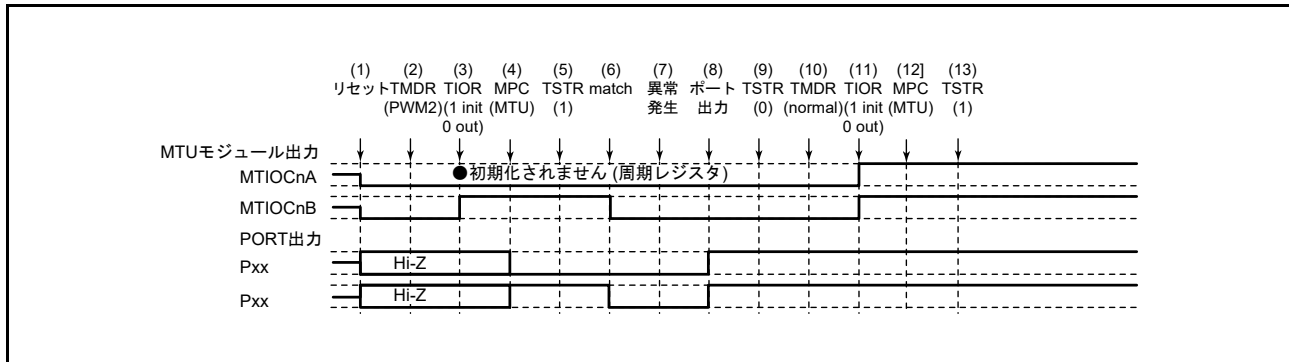

図 20.139 PWM モード 2 で異常が発生し、ノーマルモードで復帰する場合
PWM モード 2 で異常が発生し、再設定後ノーマルモードで再スタートする場合の説明図を図 20.139 に示します。
(1) ~ (9) は図 20.139 と共通です。
(10) PWM モード 1 を設定します。
(11) TIOR レジスタで端子を初期化してください。なお、PWM モード 1 では MTIOCnB (MTIOCnD) 端子に波形が出力されません。出力すべきレベルがある場合は、I/O ポートのポート方向レジスタ (PDR)、ポート出力データレジスタ (PODR) で汎用出力ポートの設定をしてください。
(12) MPC と I/O ポートのポートモードレジスタ (PMR) で MTU 出力としてください。
(13) TSTR レジスタで再スタートします。
(15) PWM モード 2 で動作中に異常が発生し、PWM モード 2 で再スタートする場合の動作
(10) PWM モード 2 で再スタートする場合には必要ありません。
(11) TIOR レジスタで端子を初期化してください。なお、PWM モード 2 では周期レジスタの端子に波形が出力されません。出力すべきレベルがある場合は、I/O ポートのポート方向レジスタ (PDR)、ポート出力データレジスタ (PODR) で汎用出力ポートの設定をしてください。
(16) PWM モード 2 で動作中に異常が発生し、位相計数モードで再スタートする場合の動作
(10) 位相計数モードを設定します。
(11) TIOR レジスタで端子を初期化してください。